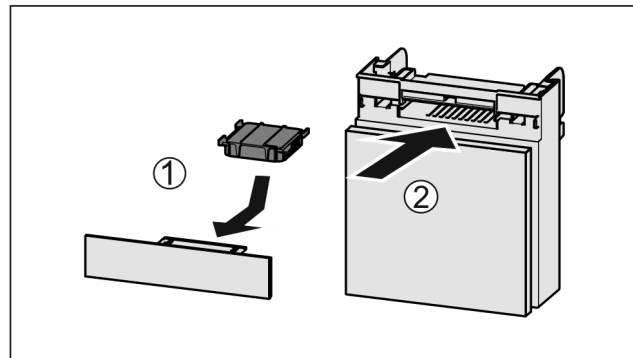

Fig. 149
- ▶ Inserire il vano Fig. 149 (2).